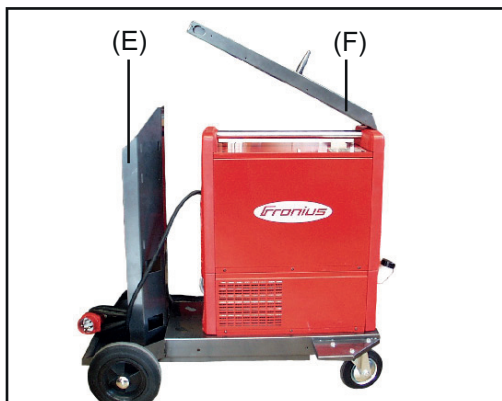

Fig. 6 Démontage le logement du dévidoir
- 3 Dévisser le logement du dévidoir (F) du support de bouteille de gaz (E) (Fig. 6)
- 4 Basculer le logement du dévidoir (F) vers le haut, le décrocher de la source de courant et le retirer (Fig. 6)
- 5 Retirer la courroie de sécurité du support de bouteille de gaz (E)